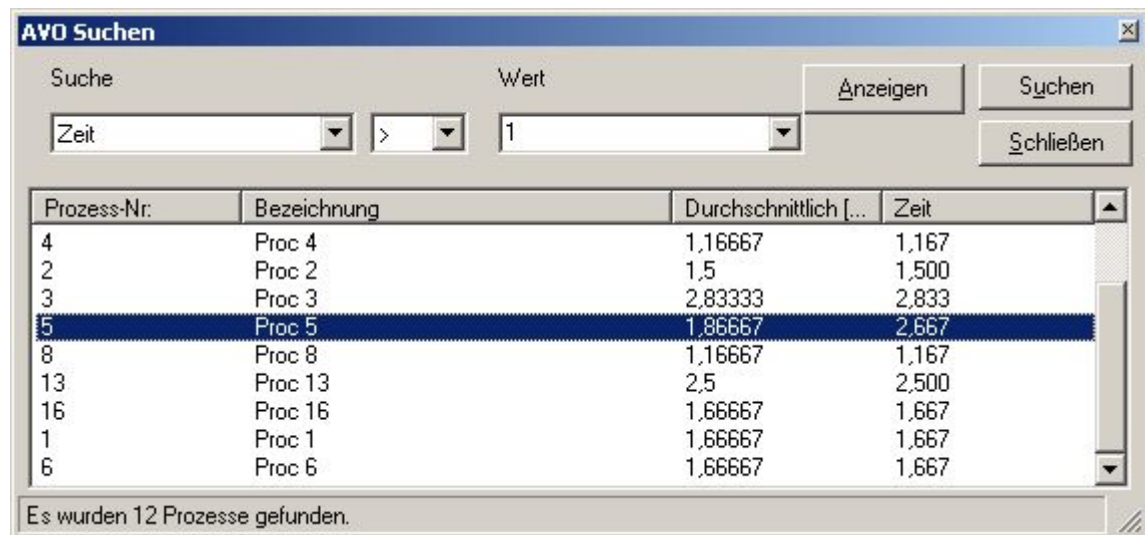

Abbildung 61: Prozesse anzeigen lassen
- Um einen Prozess in der Ansicht Leistungsabstimmung zu highlighten, selektieren Sie im Dialog AVO *Suchen* den Prozess. Klicken Sie danach auf Anzeigen. Siehe auch: Abbildung 61.